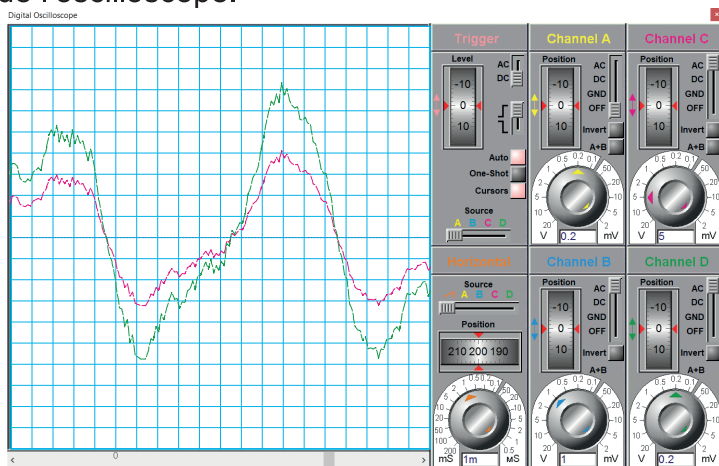
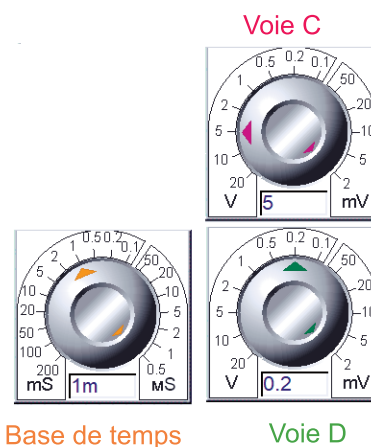

Figure 6
Figure 7
1.2. Régler les sensibilités des voies C, D et de la base de temps (figure 7). On obtient les oscillogrammes représentés à la figure 6.